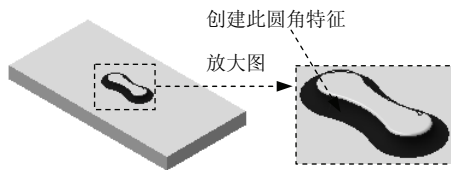
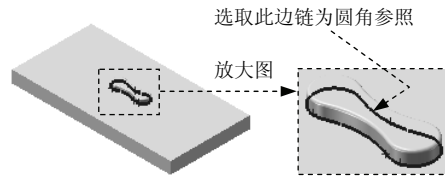

图 4.4.15 创建圆角特征 2
图 4.4.16 定义圆角参照
(4) 定义圆角半径。在 **圆角项目(I)** 区域的  文本框中输入圆角半径值 0.2，选中  **切线延伸(T)** 复选框。
(5) 单击“圆角”对话框中的  按钮，完成圆角特征 1 的创建。
Step5. 创建图 4.4.15 所示的圆角特征 2。选取图 4.4.16 所示的边链为要圆角的对象。